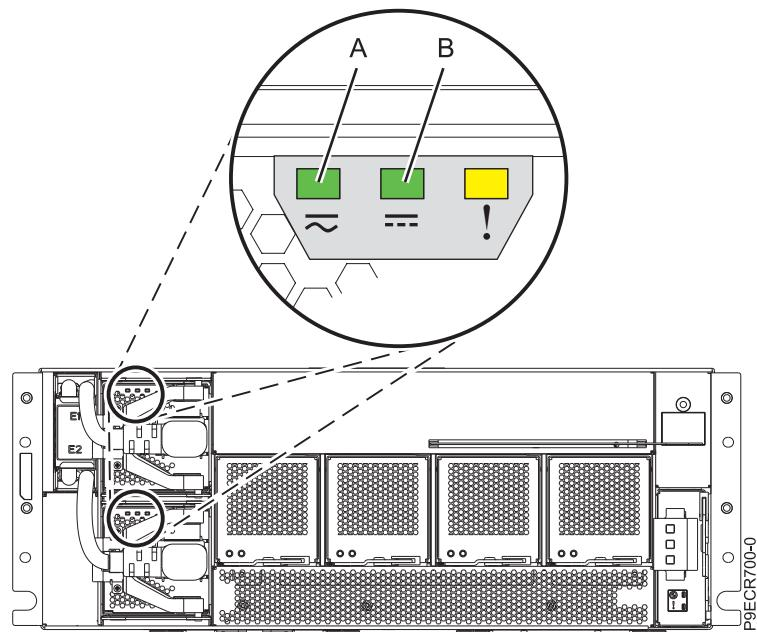

図 3. EMX0 PCIe3 拡張ドロワーの電源装置 LED
- 緑色の入力 LED (左側の LED) と出力 LED (中央の LED) が点灯している。図 3 の (A) および (B) を参照してください。